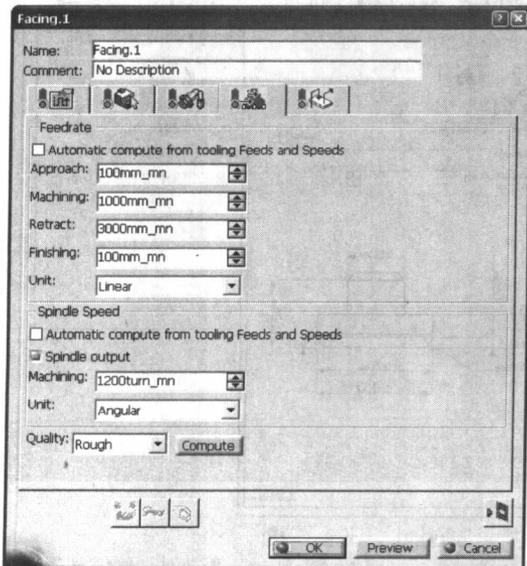

图 1-22
(2) 在对话框中单击“进给率”标签。在Feedrate选项组中，取消选中 Automatic compute from tooling Feeds and Speeds 复选框，在Approach数值框中输入刀具的进刀速率为100mm\_mn，在Machining数值框中输入刀具的切削速率为1000mm\_mn，在Retract数值框中输入刀具的退刀速率为3000mm\_mn。在Spindle Speed选项组中，取消选中 Automatic compute from tooling Feeds and Speeds 复选框，然后在Machining数值框中设置主轴转速为1200turn\_mn，设置如图1-22所示。